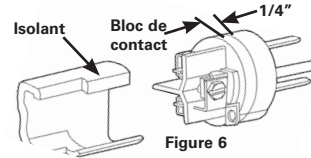

Figure 6
- Faire glisser l'isolant et le collier de serrage sur le cordon et les placer sur les terminaux. L'isolant comporte deux fentes qui s'adaptent aux parois de l'écran anti-arc pour déterminer la bonne orientation. S'assurer qu'il est correctement aligné puis le faire glisser de 1/4 po sur la surface du bloc de contact (voir la figure 6).